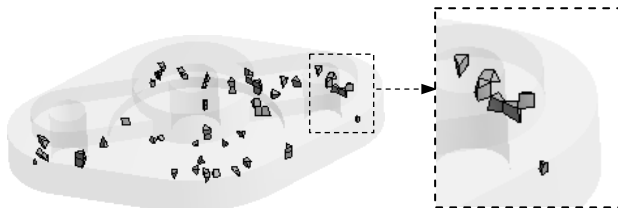

图 5.4.5 棱柱单元
- ◆  Wed15图例：表示 15 单元节点的棱柱单元，单击图表中对应颜色的柱状图，在图形区显示所有的棱柱单元，如图 5.4.5 所示。